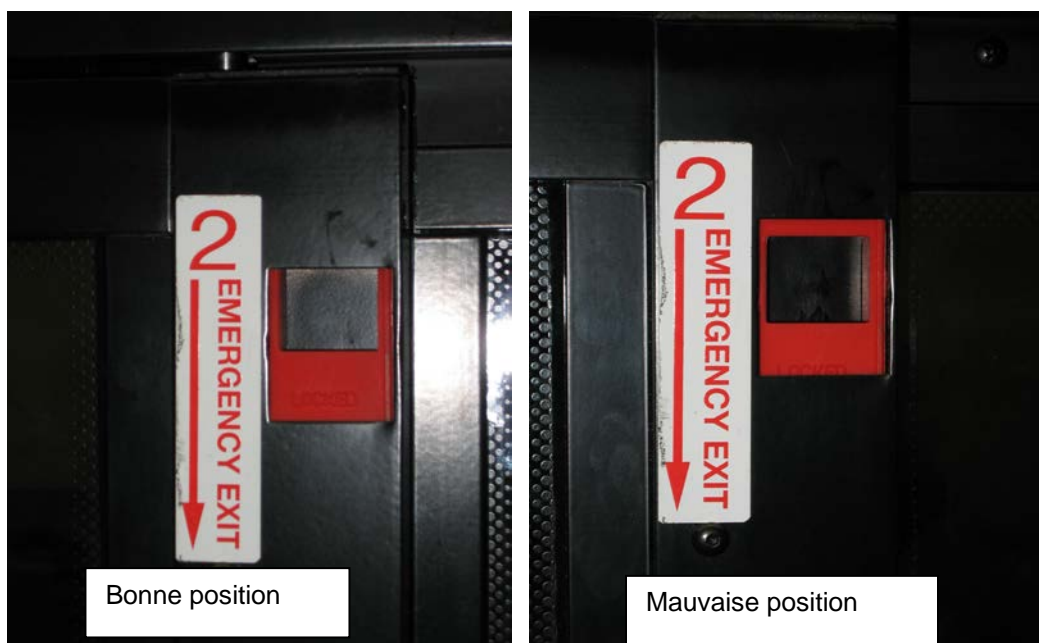

FIGURE 45 : POSITION CORRECTE DU LOQUET DE BLOCAGE
2. Placer l'angle inférieur gauche du châssis sur le bloc du galet suiveur avant (figure 45).